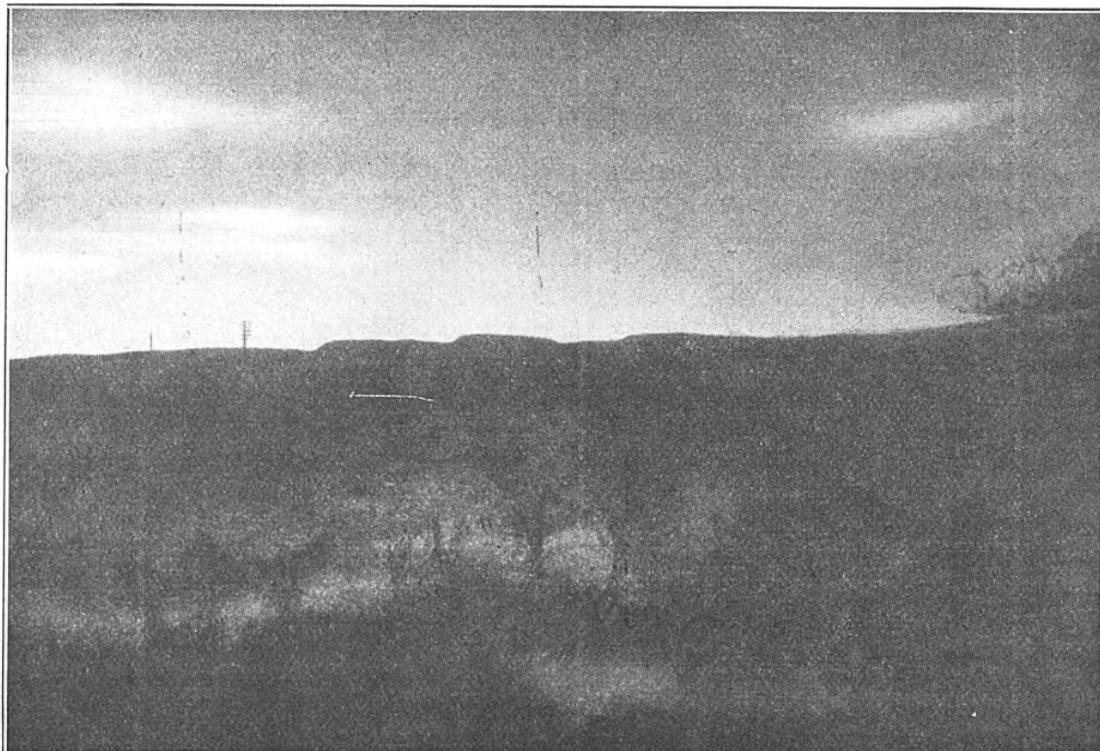

FIG. 6. — NUAGES IRISÉS OBSERVÉS PAR STÖRMER, LE 13 JANVIER 1929, DANS LA RÉGION D'OSLO (NORVÈGE) ET FLOTTANT DANS LA STRATOSPHÈRE
*Les modifications de formes de ces nuages, que démontrent les photographies figures 6, 7 et celle ci-dessus, sont dues à des mouvements internes qui prouvent la turbulence de la stratosphère.*